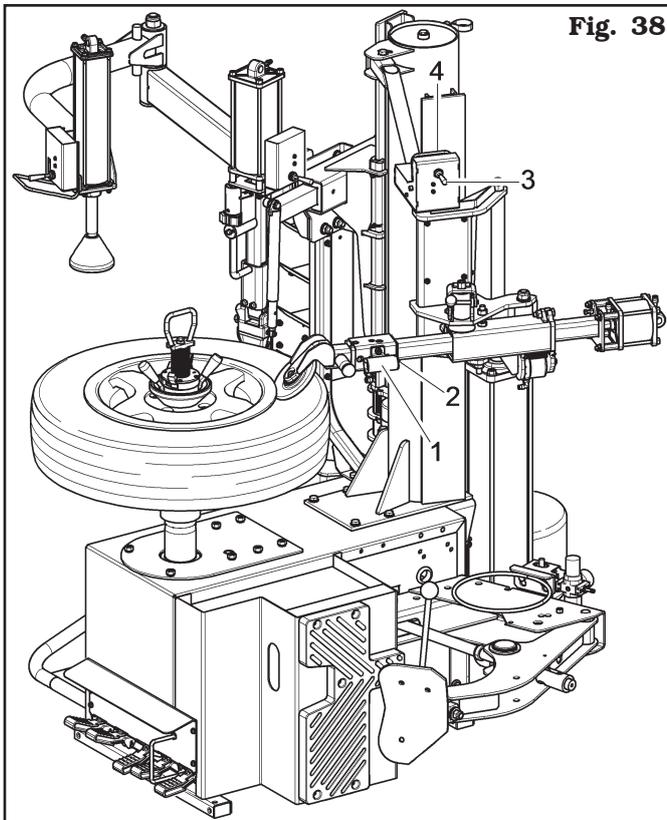

Fig. 38
2. déterminer la position du rouleau sur le diamètre de la jante au moyen de la poignée (**Fig. 38 réf. 1**) après avoir débloqué le bras au moyen du poussoir (**Fig. 38 réf. 2**) placé sur la poignée-même. Baisser le levier (**Fig. 38 réf. 3**) pour porter le rouleau décolle-pneus juste sous du bord de la jante. Tirer le levier postérieur (**Fig. 38 réf. 4**) jusqu'à le rouleau décolle-pneus est inséré dans la jante ;